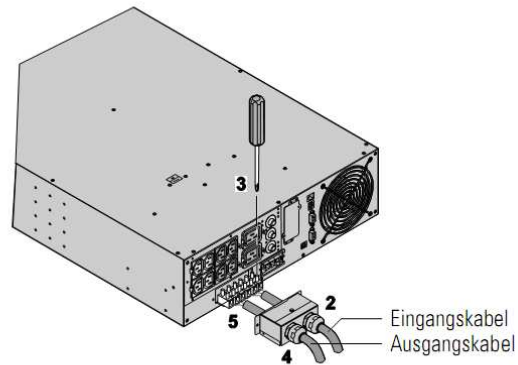

Abbildung 22. Installation der Eingangs- und Ausgangskabel (EU Gerätetypen)
2. Führen Sie das Eingangskabel durch die Öffnung der Kabelverschraubung (siehe Abbildung 22).
4. Führen Sie das Ausgangskabel durch die Öffnung der entsprechenden Kabelverschraubung (siehe Abbildung 22).